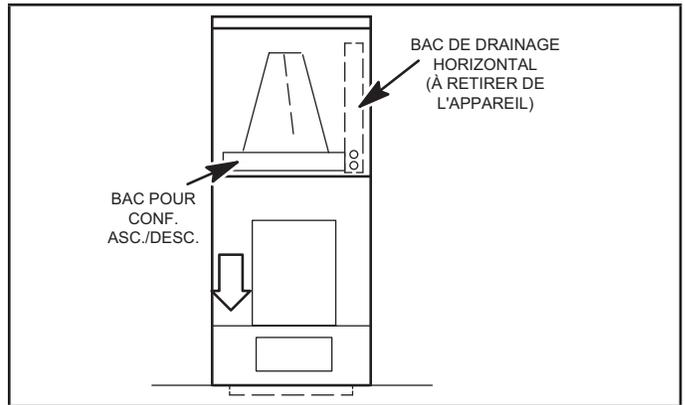

FIGURE 6. Position en configuration descendante
- 2 - Pour obtenir les meilleurs rendement et écoulement d'air, retirez le bac horizontal des unités installées en configuration descendante comme illustré à la figure 6.
- 3 - Faites pivoter l'enceinte de 180° pour inverser le haut et le bas. Voir Figure 6. Il peut s'avérer nécessaire de tout d'abord retirer le ventilateur pour alléger l'enceinte afin de pouvoir la soulever plus facilement.